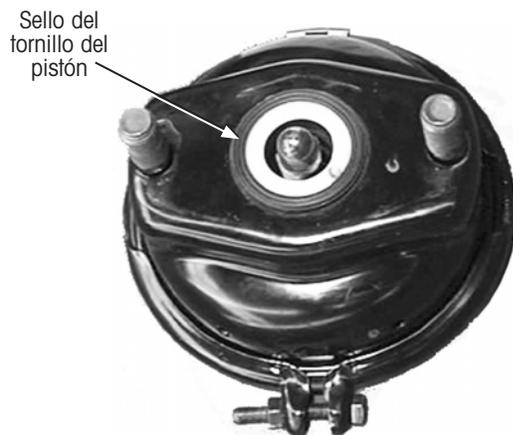

Figura 45: Sello del tornillo del pistón de la cámara del freno
4. **Inspeccione** la cámara de freno por daños, sobre todo en la zona interna del sello del tornillo del pistón (Figura 45).